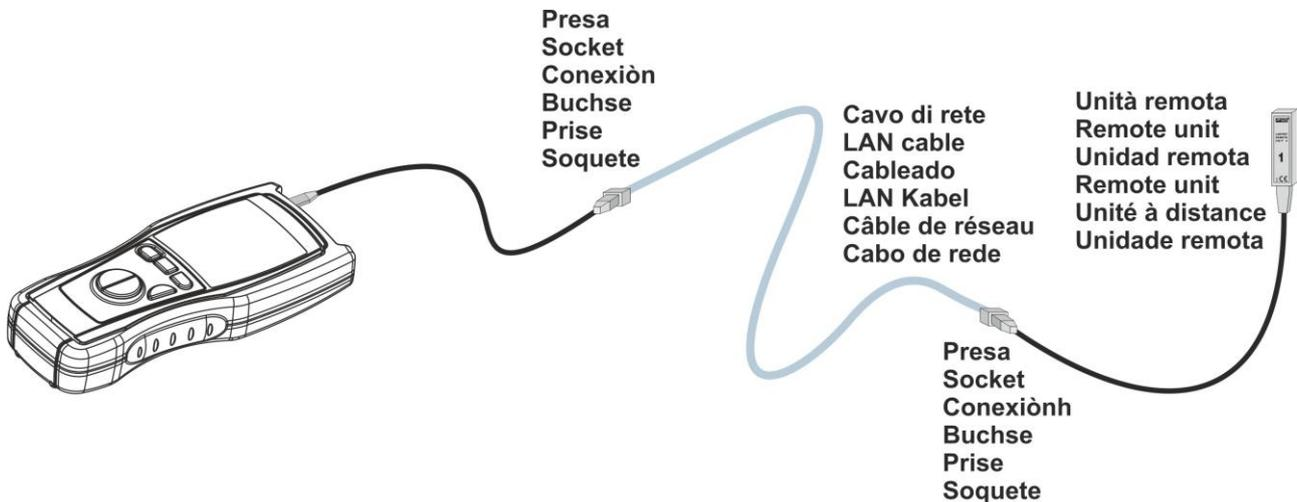

Fig. 8: Conexão dos terminais do instrumento num teste LAN
4. Conectar a uma extremidade do cabo em exame o instrumento e à outra extremidade uma das unidades remotas (#1 ou #2) utilizando, se necessário, os cabos fornecidos (ver Fig. 8).